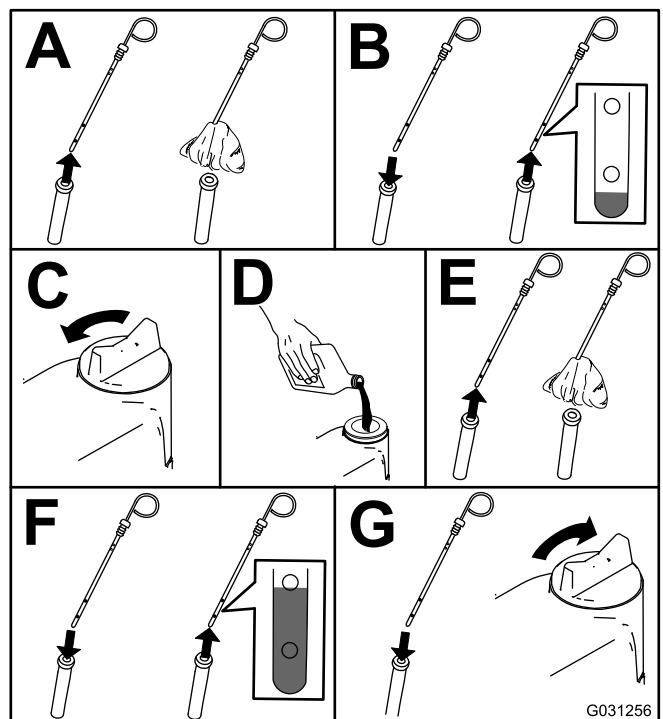

Figura 71
2. Verifique o nível de óleo do motor (Figura 71).